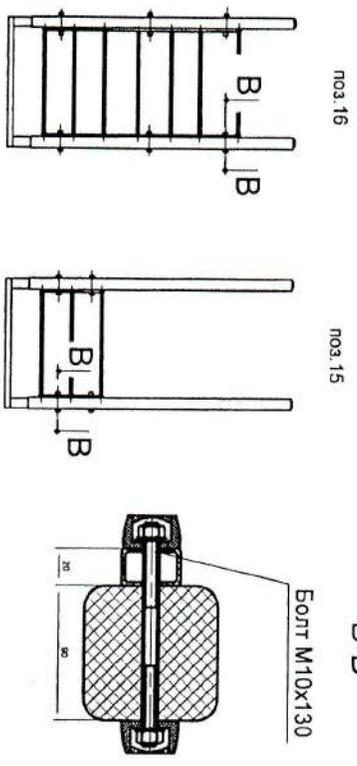

Рисунок 6
- 1.5. Установить лестницы шведские поз. 15, 16. (рисунок 6)